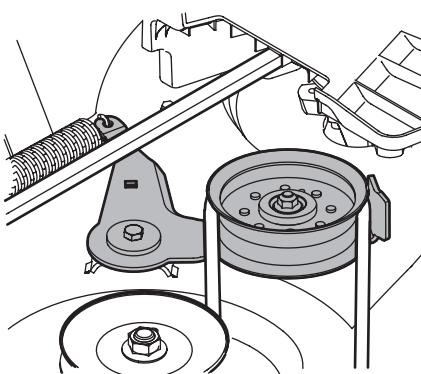

Figura 4-3
8. Desde el lado derecho del tractor, inserte una llave de trinquete de $\frac{3}{8}$ ", regulada para ajustar, en el orificio cuadrado de la polea loca. Vea la Figura 4-3.
9. Pivote la llave hacia adelante para mover la polea de transmisión de la plataforma hacia adelante. Vea la Figura 4-3.